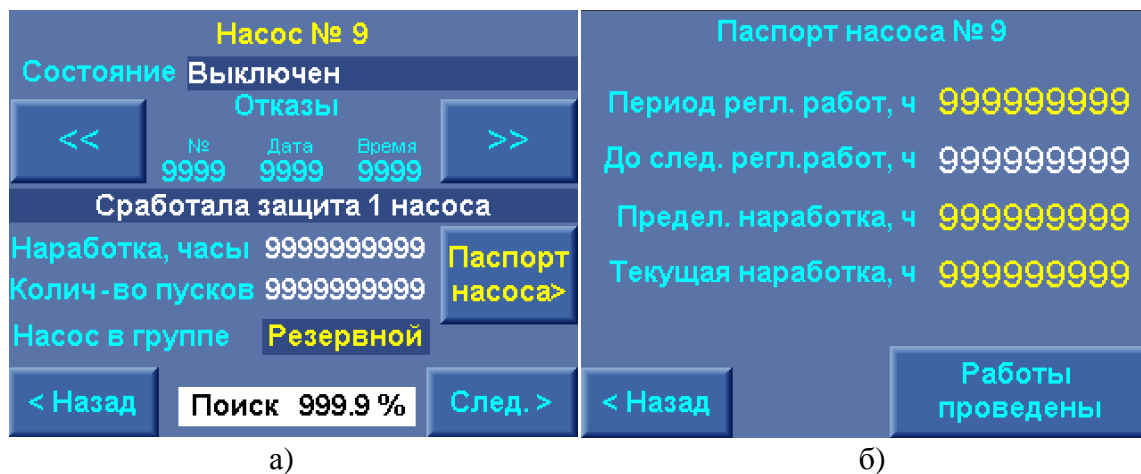

Рис. 7.3. Меню Насос
- 3.3) **Символы насосов** – при касании любого символа производится переход в меню состояния выбранного насоса (рис. 7.3)
Кроме перечисленных отказов отказы каждого насоса индицируются в меню Насос, состояние. Для перехода в меню состояния насоса необходимо в Главном меню (рис. 7.1) коснуться символа насоса, независимо от того, включен он или нет. Меню Насоса представлено на рис. 7.3 а - состояние, 7.3 б - паспорт.
При нажатии клавиши «Паспорт насоса» производится переход к экрану Паспорт меню Насоса (рис. 7.3 б). Переход возможен только при активном пароле доступа первого уровня.
Переход в меню Насос возможен из меню Инфо (рис. 8.1), для этого необходимо нажать клавишу «Индикация» и перейти в меню Индикация (рис. 8.10). В меню Индикация необходимо нажать клавишу «Состояние насосов» и перейти в меню рис. 7.3 а. Выход из меню Состояние насосов в этом случае производится в меню Индикация.